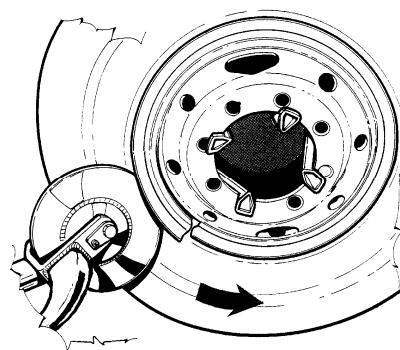

Рис.39
4. Для того чтобы снять стопорное кольцо, прижмите край шины с помощью подходящей монтировки и установите диск разбортовщика, как показано на Рис. 39.